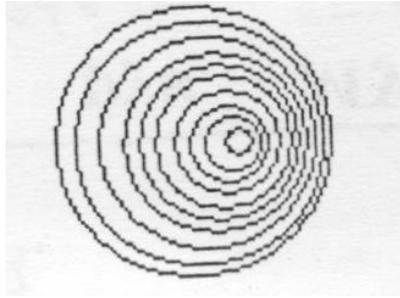

Рис. 2
| 3 | Перегибаем детали лицевыми сторонами внутрь и прокладываем вторую строчку, отступая от края на 0,5-0,7 см. Припуски ткани на шов закрыты строчкой (Рис. 2) | |
3. Определите по рисунку торцевого разреза ствола дерева (Рис. 2) сколько было лет дереву. Ответ впишите цифрой.